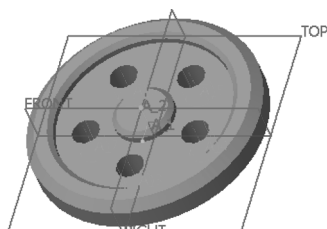

图 5-68 轴阵列效果
6) 在“阵列”选项卡中单击 （完成）按钮。创建的轴阵列效果如图 5-68 所示。